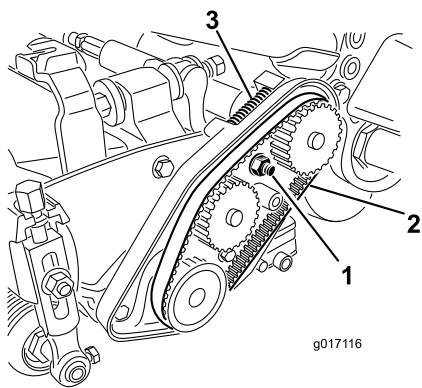

Рисунок 46
- A. Ослабьте гайку крепления корпуса подшипника (Рисунок 46).
- C. Удалите все загрязнения из внутренней части отсека ремня и вокруг пружины сжатия (Рисунок 46).